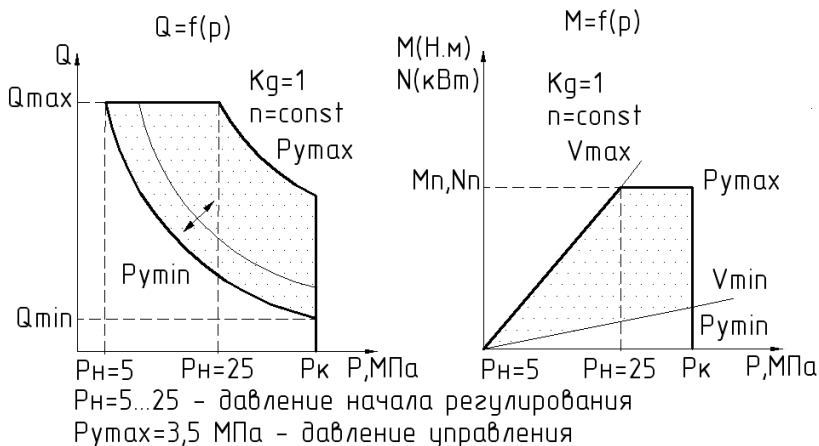

Рисунок 25 – График зависимости подачи Q , крутящего момента M и потребляемой мощности N от изменения давления p .
- При отсутствии давления управления $P_{у}=0$ (рисунок 25) насос находится на минимальном рабочем объеме V_{min} , обеспечивая минимальную подачу Q_{min} и потребляемую мощность $N_{п min}$